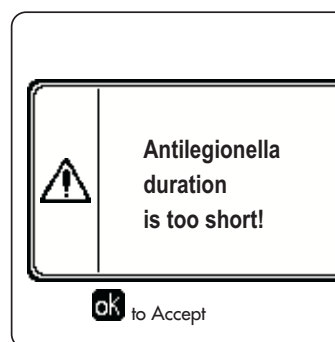

рис. 27- Сообщение о невыполнении функции «Антилегионелла»
- Если функция «Антилегионелла» не выполняется правильно, на дисплее появится сообщение, показанное на рис.27. Даже при наличии этого сообщения котел продолжит исправно работать.